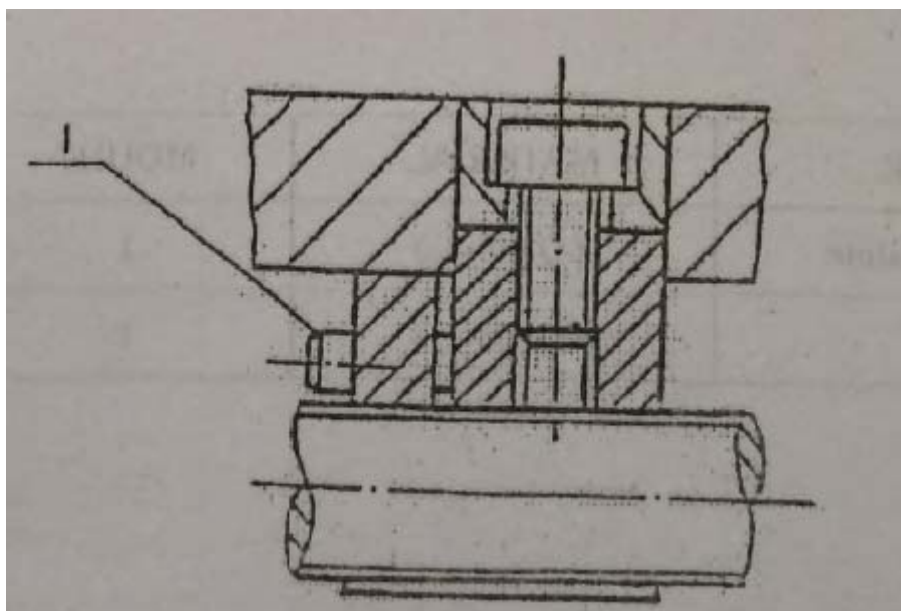

Рис. 7 Отрегулируйте зазор гайки поперечных салазок
5). Отрегулируйте зазор гайки поперечных салазок (см. Рис. 7): повернув винт 1 на гайке, можно легко передвигать поперечные салазки и настроить соответствующий зазор поперечной подачи.